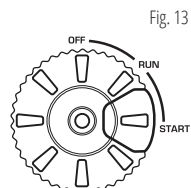

Fig. 13
3. Zet het ontluichtingsventiel van de brandstoftankdop in de stand „ON” (fig. 13).
2. Zet het ontluichtingsventiel van de brandstoftank op in de stand „ON“ voor de Modellen KS 2000iG S en KS 3000iG S (fig. 13).